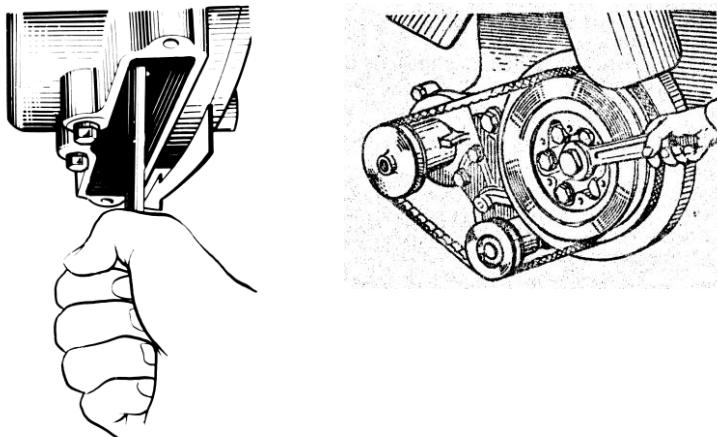

Рис. 61. Проворачивание коленчатого вала
- 4 Проворачивая коленчатый вал по часовой стрелке (при виде со стороны вентилятора) спереди ключом за болт крепления шкива или сзади ломиком за маховик через люк в нижней части картера маховика, используя отверстия в маховике (рис. 61), установить момент, когда выпускной клапан первого цилиндра полностью поднимется (то есть закроется). Продолжая вращать коленчатый вал, провернуть его еще примерно на 1/3 оборота ( $\approx 120^\circ$ ). Это положение коленчатого вала соответствует такту сжатия в первом цилиндре и оба клапана этого цилиндра будут закрыты.
Вращать коленчатый вал можно ключом за болт крепления шкива коленчатого вала или ломиком за отверстия в маховике (рис. 61) при снятой крышке люка картера маховика.